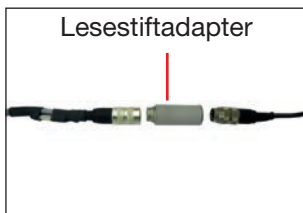

Abb. 4
- Lesestiftadapter durch Drehen gegen den Uhrzeigersinn von den Steckerkupplungen abschrauben (Abb. 4).